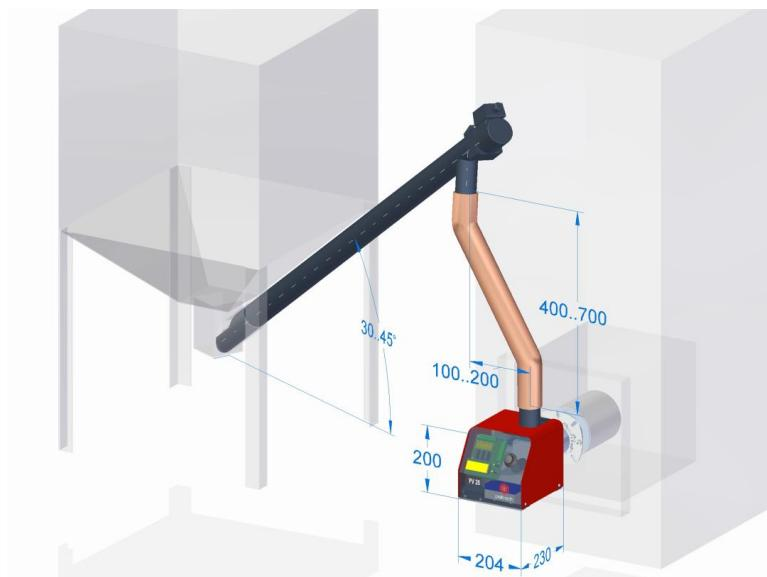
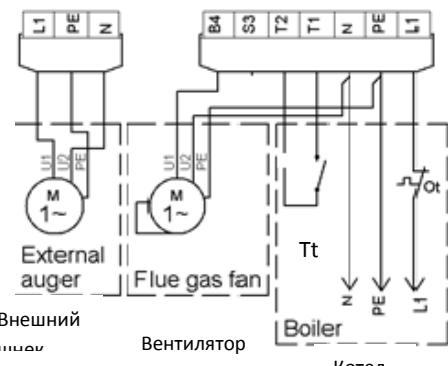

Рисунок 11 Установка внешнего шнека
Рисунок 13 Соединение разъемов
- Контейнер должен быть расположен таким образом, чтобы угол питающего шнека не превышал 45°. См Рисунок 11.
Рисунок 11 показывает правильное положение внешнего шнека. Так как шланг является предохранителем, он должен быть размещен исключительно так, как описано ниже:
Горелка оснащена стандартным 7-ми контактным разъемом для жидкотопливных горелок (под красной крышкой справа). Для разных котлов используются разные схемы соединения. Обычно горелка соединена с котлом с помощью 5-ти жильного кабеля (Рисунок 11). Возможно также применение и 4-х жильного кабеля. В обоих случаях отличается подключение термостата котла «Tt». На Рисунок 13 изображены схемы подключения внешнего шнека, вентилятора дымохода и котла. Важно, чтобы вилка была полностью вставлена в розетку. При этом ответные части должны защелкнуться.
- Внешний шнек установлен и подключен к горелке в соответствии с Рисунок 11.